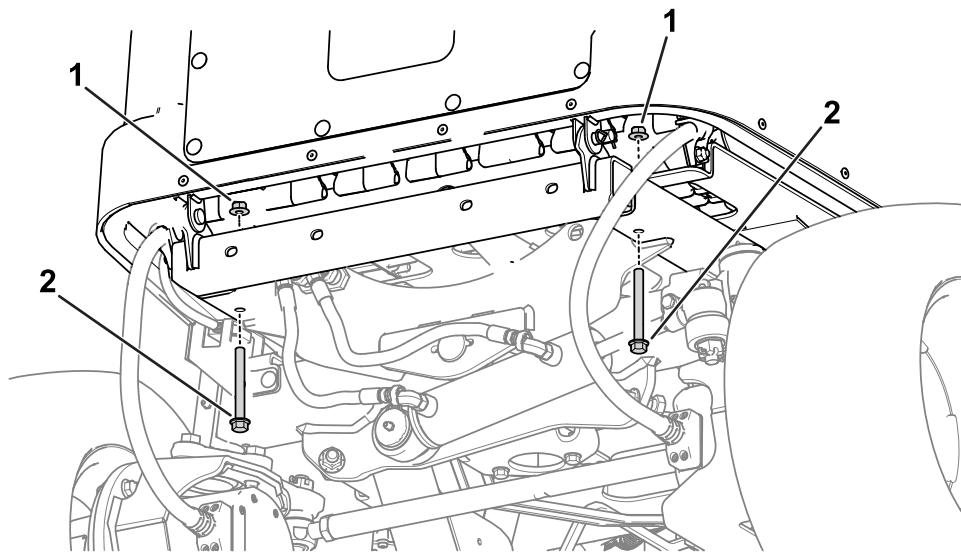

Figure 11
2. Retirez et conservez les 2 boulons (3/8" x 3 1/4") et les 2 écrous (3/8") qui fixent le support de batteries arrière au cadre (Figure 11).